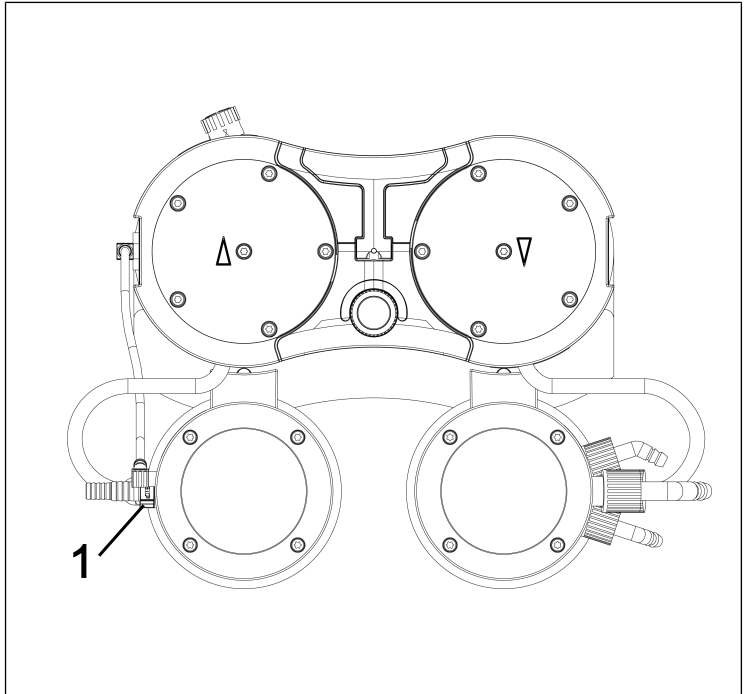

Fig.24: Desserrage du raccord de tuyaux
3. Desserrez la vis chapeau du raccord de tuyaux (1/Fig. 24) des composants du système de vide.
i Pour desserrer la vis chapeau du raccord de tuyaux du piège à liquide (1/Fig. 24), le cas échéant, une clé à fourche d'ouverture 14.
10. Vissez la vis chapeau du raccord de tuyaux du piège à liquide (1/ Fig. 24) sur le raccord du piège à liquide jusqu'en butée.
- i** Pour serrer la vis chapeau du raccord de tuyaux du piège à liquide (1/ Fig. 24), utilisez le cas échéant une clé à fourche d'ouverture 14